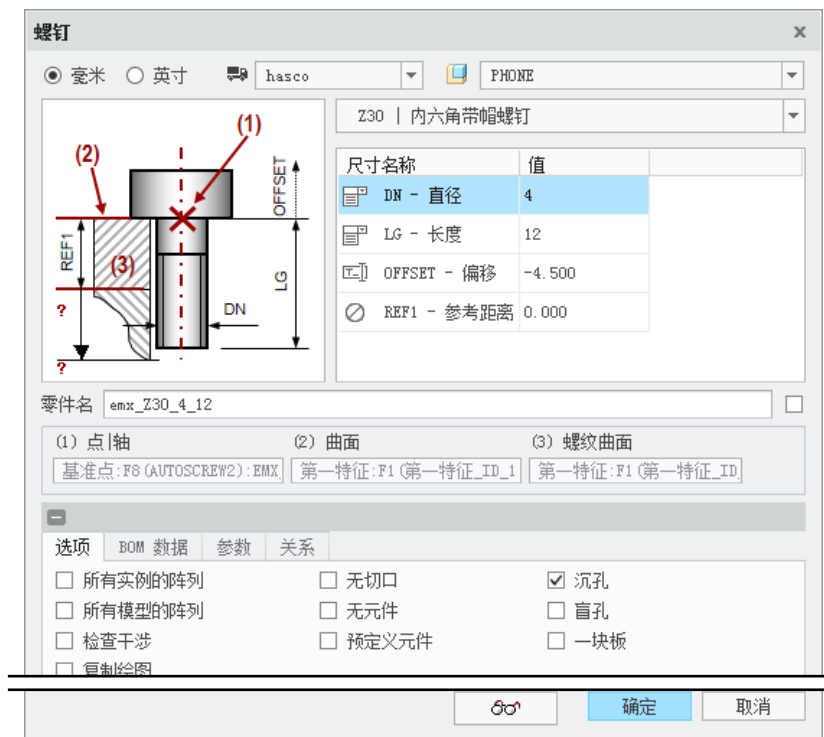
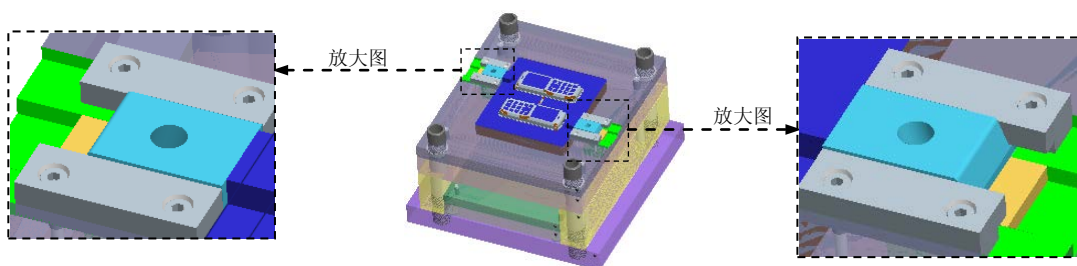

图 31.68 “螺钉”对话框
图 31.70 添加其余 4 个螺钉
Step10. 装配螺钉（此时要显示基准点）。单击 **EMX 元件** 功能选项卡 **元件** 控制区域中的“螺钉”按钮 ，系统弹出图 31.68 所示的“螺钉”对话框；单击 (1) 点|轴 下面区域的 **选取项目** 选项使其激活，系统弹出“选择”对话框，选择图 31.69 所示的点“AUTOSCREW2”为螺钉定位点，在“选择”对话框中单击 **确定** 按钮，单击 (2) 曲面 下面区域的 **选取项目** 选项使其激活，选择图 31.69 所示的面为螺钉定位面，然后单击 (3) 螺纹曲面 下面区域的 **选取项目** 选项使其激活，再选择图 31.69 所示的面为螺纹曲面；在“螺钉”对话框  下拉列表中选择 **hasco** 选项；在对话框中选中 ☒ **沉孔** 复选框，取消选中 ☐ **盲孔** 复选框，在对话框中的  **DN - 直径** 下拉列表中选择 4，在  **LG - 长度** 下拉列表中选择 12；单击 **确定** 按钮；使用同样的方法创建其余的 3 个螺钉和斜导柱滑块 2 上的四个螺钉，结果如图 31.70 所示。